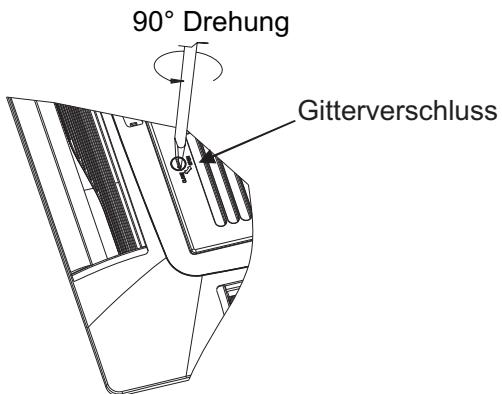

Abb.22
1. Drehen Sie den Gitterverschluss gegen den Uhrzeigersinn von waagrechter in Senkrechtposition (Abb. 22).